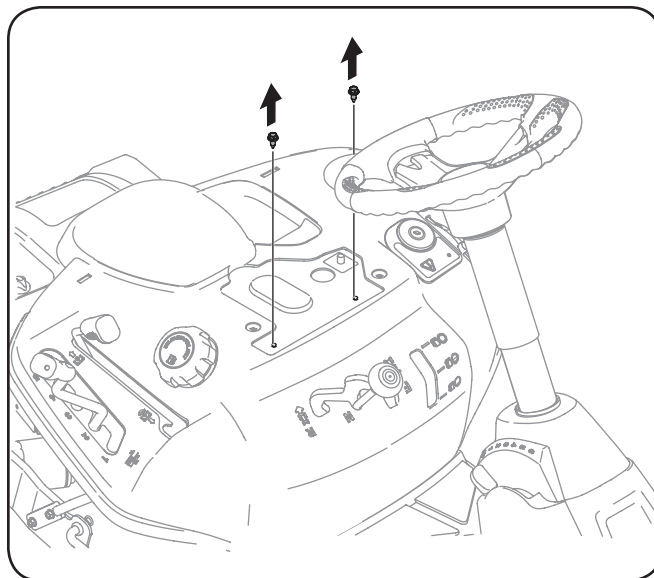

Figura 3-5
2. Extraiga los dos pernos autorroscantes instalados en fábrica en el tractor. Vea la Figura 3-5.